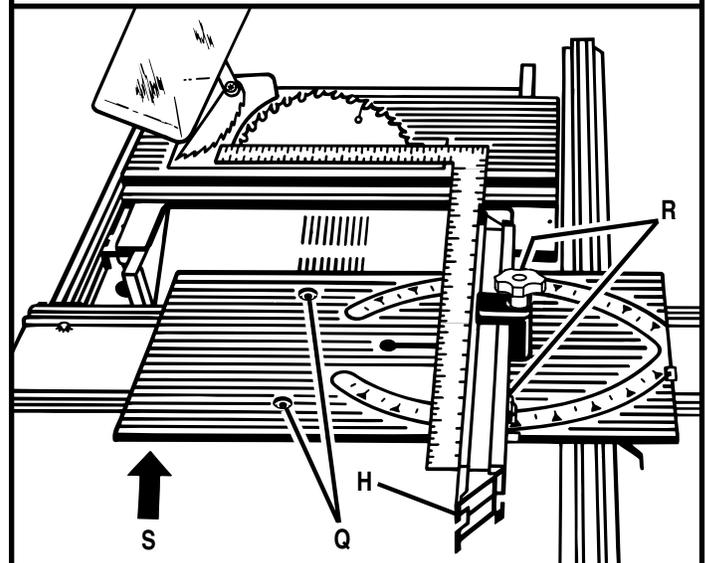

Fig. 56
- Poussez l'arrière gauche de la table d'onglet bien contre la base de la table d'onglet comme l'illustre la flèche (S) à la figure 56 et serrez.